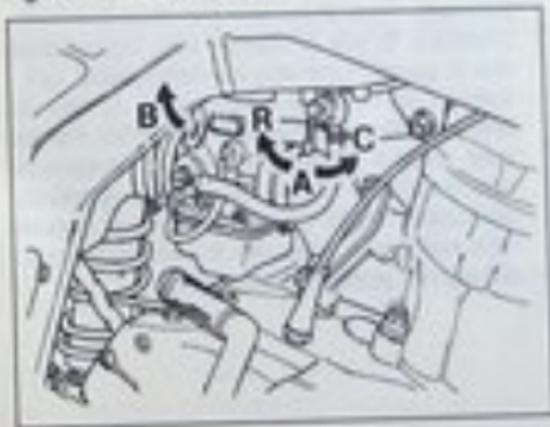

Fig. 5- Rubinetto benzina
- aprire il rubinetto della benzina (fig. 5) se il motore è freddo agire sulla leva dello starter sul carburatore (B fig. 5);